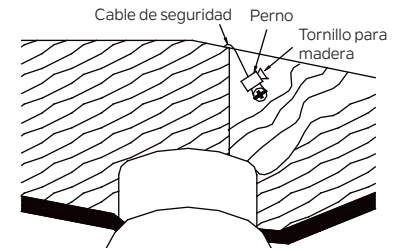

Figura 7
**Paso 2.** Inserte el cable de seguridad a través del soporte de montaje y uno de los orificios de la caja de salida en el techo. Ajuste la longitud del cable de seguridad para alcanzar el tornillo y las arandelas tirando del cable adicional a través de la abrazadera del cable hasta que la longitud total sea la correcta, vuelva a colocar el extremo del cable a través de la abrazadera del cable, formando un bucle en el extremo del cable. Apriete firmemente la abrazadera del cable. Ahora, coloque el lazo en el extremo del cable de seguridad sobre el tornillo para madera y debajo de la arandela. Apriete firmemente el tornillo para madera. (Figura 7)